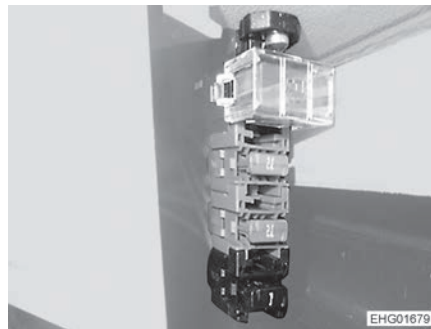

Fig. 170 Portafusibili, veicoli con guida a destra (Ford)
- Sostituire il fusibile nel portafusibili (Fig. 170).